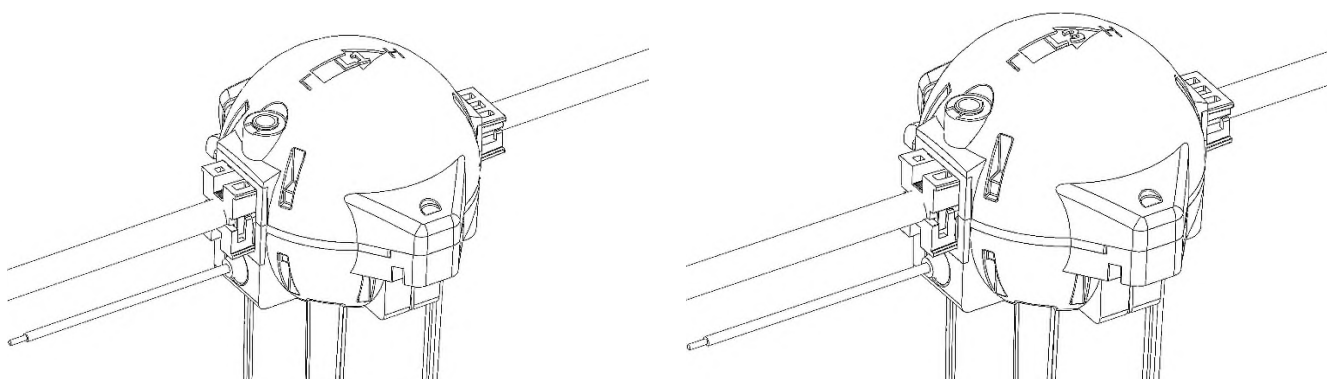

Рис. 15 – Установка блоков БИ 1, БИ 2 на линию ВЛ.
3.3. Выполнить установку на фазные провода (L1 и L3) ВЛ блоков измерительных БИ 1 и БИ 2 соответственно (рис. 15). Для этого выполнить действия, аналогичные описанным для соединительного блока в п.3.1 данного раздела.